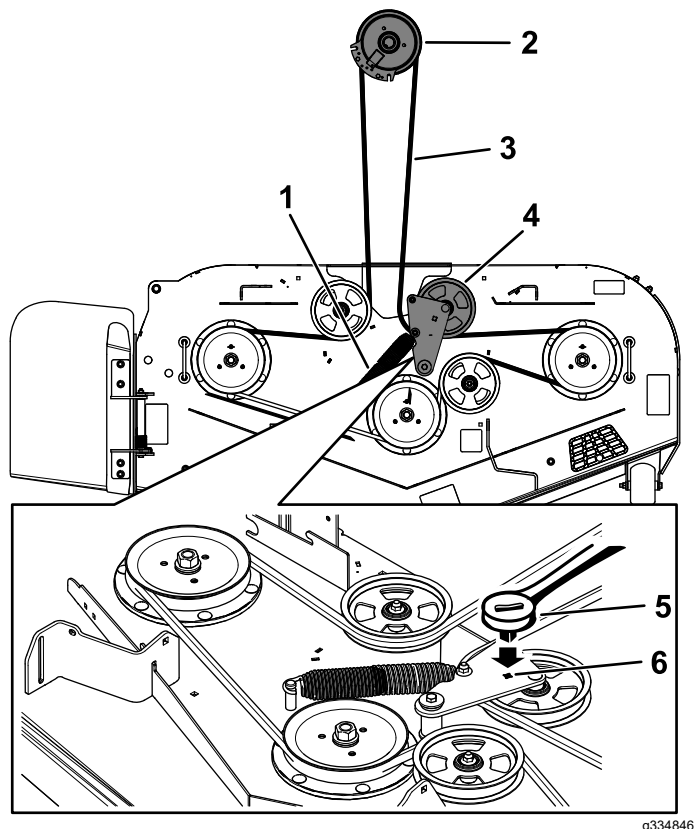

Figura 58
8. Inserite un cricchetto da $\frac{3}{8}$ " nel foro quadrato del braccio di rinvio per allentare la molla del tendicinghia (Figura 58).
10. Togliete il guidacinghia dal braccio di rinvio a molla (Figura 58).
12. Montate la nuova cinghia attorno alle pulegge del tosaerba e alla puleggia della frizione, sotto il motore (Figura 58).
13. Montate il guidacinghia sul braccio di rinvio (Figura 58).
14. Con il cricchetto da $\frac{3}{8}$ " nel foro quadrato, montate la molla del tendicinghia (Figura 58).